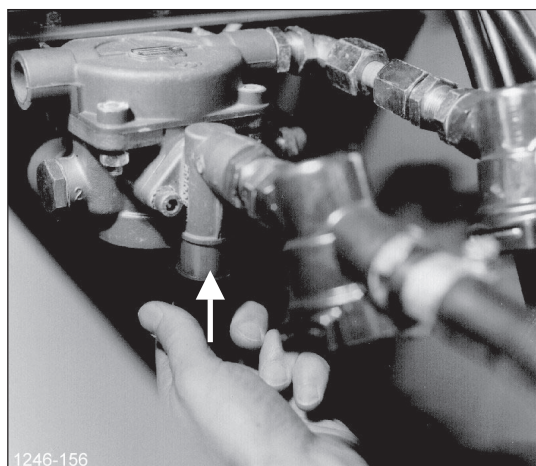

Рисунок 19
- ❑ Переведите клавишу расцепного клапана (на тяговом дышле) вверх (Рисунок 19).